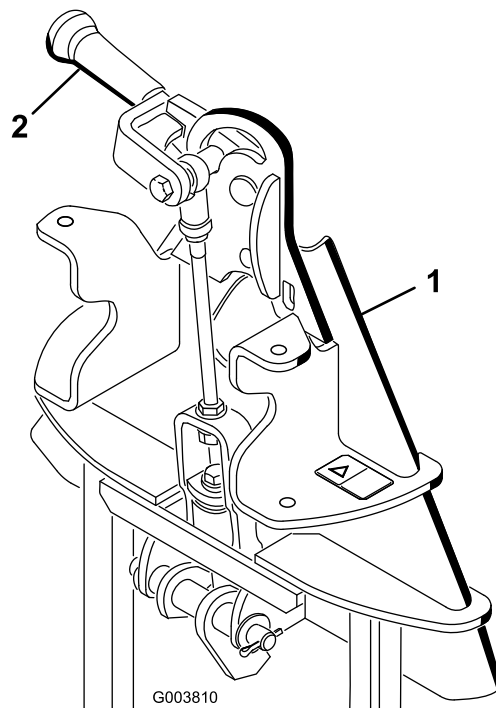

Рисунок 3
**Примечание:** Убедитесь в том, что стопорный рычаг (Рисунок 3) повернут влево (в положение расфиксации), если смотреть сзади машины.